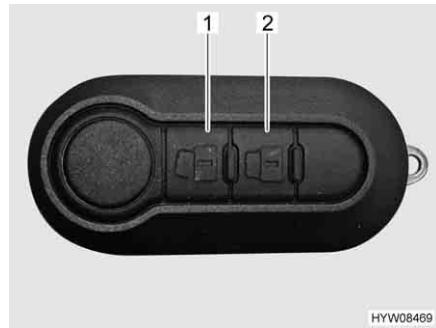
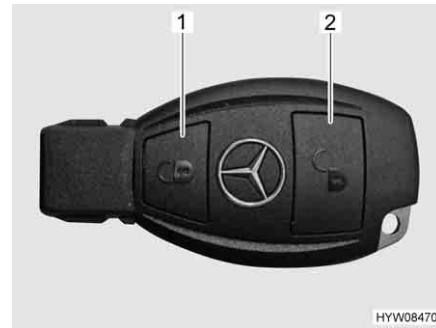

Fig. 35 Telecomando chiusura centralizzata (Fiat)
Fig. 36 Telecomando chiusura centralizzata (Mercedes-Benz)
- Premere brevemente una sola volta il tasto (Fig. 35,1 o Fig. 36,2). Le serrature sono sbloccate. Il bottone di sicurezza scatta automaticamente all'infuori.
- Premere brevemente una sola volta il tasto (Fig. 35,2 o Fig. 36,1). Le serrature sono bloccate.